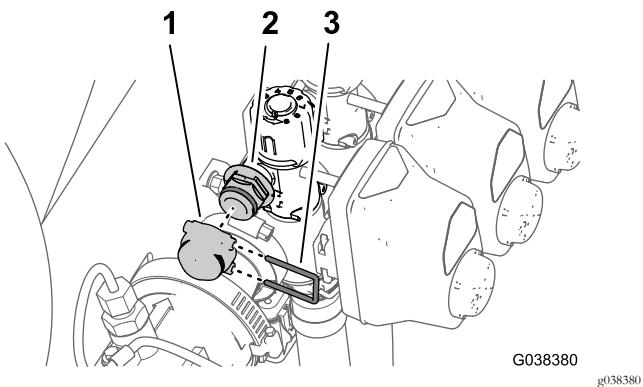

图86
7. 使用在步骤 1 中卸下的卡环将盖子安装到快速连接接头上 图86。